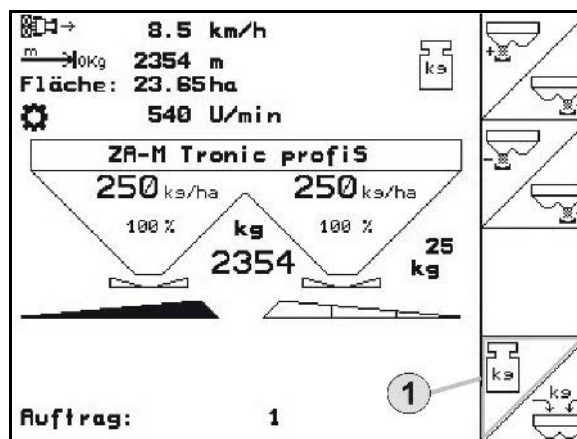

Fig. 37
- Menu de travail : sélectionner Etalonnage automatique de l'engrais (Fig. 37 /1).